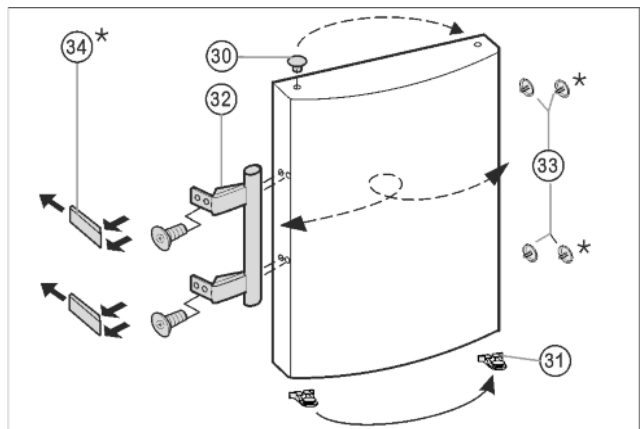

Fig. 9
- ▶ Stopfen Fig. 9 (30) aus der Tür Lagerbuchse herausheben und umsetzen.
- ▶ Türgriff Fig. 9 (32), Stopfen Fig. 9 (33) und Druckplatten* Fig. 9 (34) abmontieren und auf die Gegenseite umsetzen.